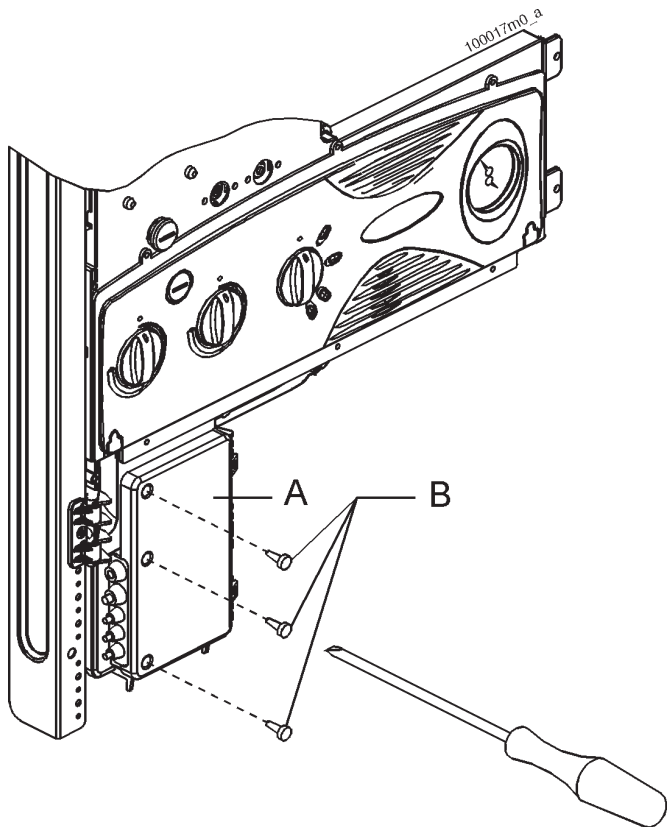

Figura 12 - Apertura box connessioni elettriche
- collegare il cavo bipolare ai morsetti 11 e 12 della scheda connessioni elettriche (particolare "14" di figura 1) agendo come illustrato in figura 12, 13 e 14;